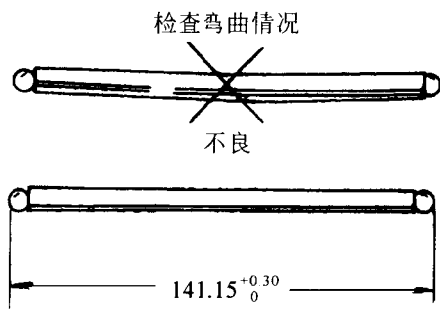

图 1-10 检查挺杆
(3) 挺杆。挺杆的直线度和总长度的检查, 如图 1-10 所示。直线度不得超过 0.15 mm; 总长度标准值为 $141.15^{+0.3}_0$ mm, 维修极限值为 141 mm。如挺杆直线度超过 0.15 mm, 或总长度小于 141 mm 时均应更换挺杆。